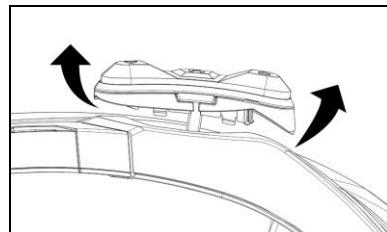

Fig. 27
- Rotare el teclado en sentido antihorario (Fig. 27).